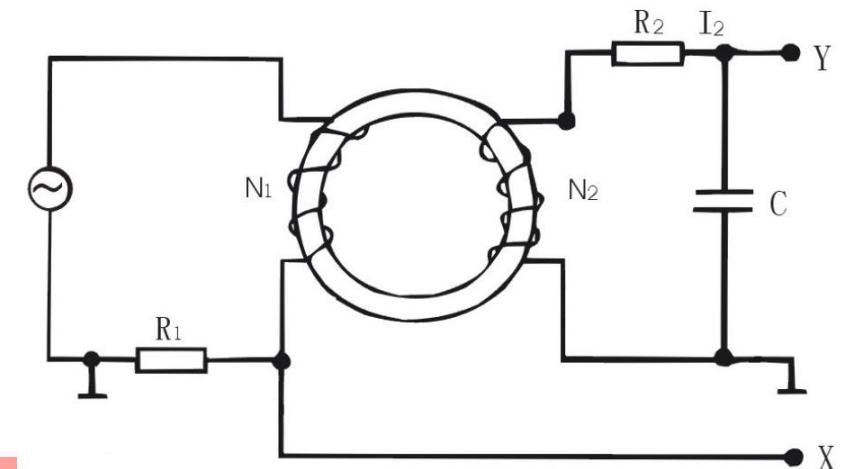

图4 B—H曲线的实验线路
示波器测量B—H曲线的实验线路如图4所示，其中X、Y接示波器的X轴和Y轴输入。本实验研究的铁磁物质是一个环状试样。在试样上绕有励磁线圈 $N_1$ 匝和测量线圈 $N_2$ 匝。若在线圈 $N_1$ 中通过磁化电流 $i_1$ ，此电流在式样内产生磁场，根据安培环路定律 $HL=N_1 i_1$ ，磁场强度H的大小为：
其中 $L$ 是为环形状样的平均磁路长度。由图4可知，示波器X轴偏转板的电压为
- ① 按图4所示连接好电路
- ② 逆时针调节幅度旋钮至最小
- ③ 调节示波器显示方式为X-Y方式
- ④ 示波器X和Y输入选择为DC方式，X测量电阻 $R_1$ 的电压，Y测量电容C的电压
- ⑤ 缓慢增加磁化电流，使示波器显示的磁滞回线上B的值增加缓慢，达到饱和。